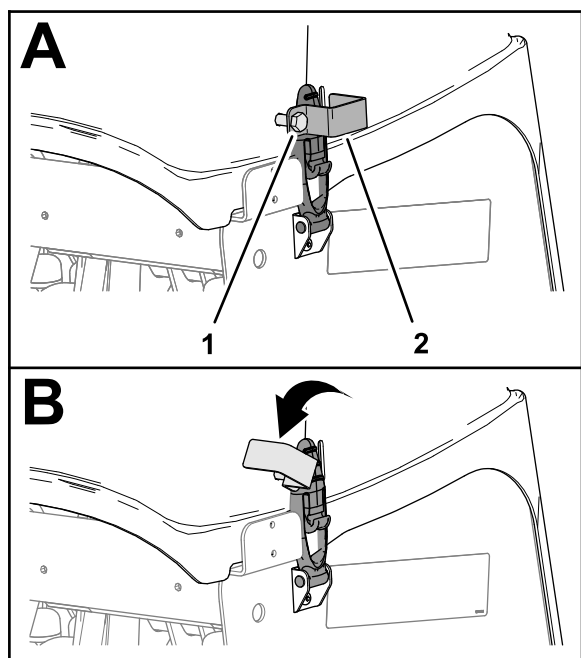

**Figura 138**
1. Se la macchina presenta dispositivi di chiusura CE, allentate il bullone della piastra di bloccaggio fino a quando la piastra di bloccaggio non libera la fessura sul lato della copertura della testa di carotaggio (**Figura 138**).
2. Ruotate la piastra di bloccaggio per liberare la fessura (**Figura 138**).